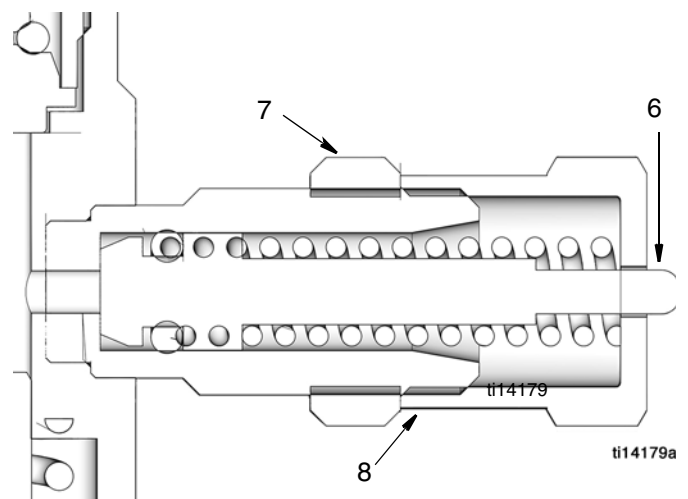

FIG. 1
Les repères se rapportent à des pièces (FIG. 1 et page 3).
Pour éviter toute défaillance du composant, l'écrou de réglage (8) ne doit pas être desserré au-delà de la position complètement rétractée du piston (6). Voir FIG. 1.